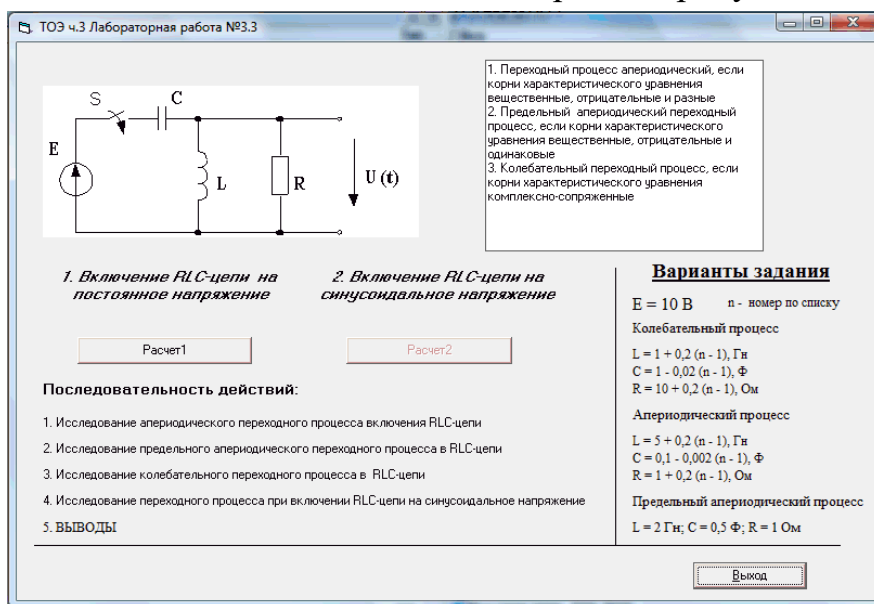

Рисунок 1— Окно последовательности проведения лабораторной работы
2.1. Запустить «рабочее окно» программы лабораторная работа рисунок 1.